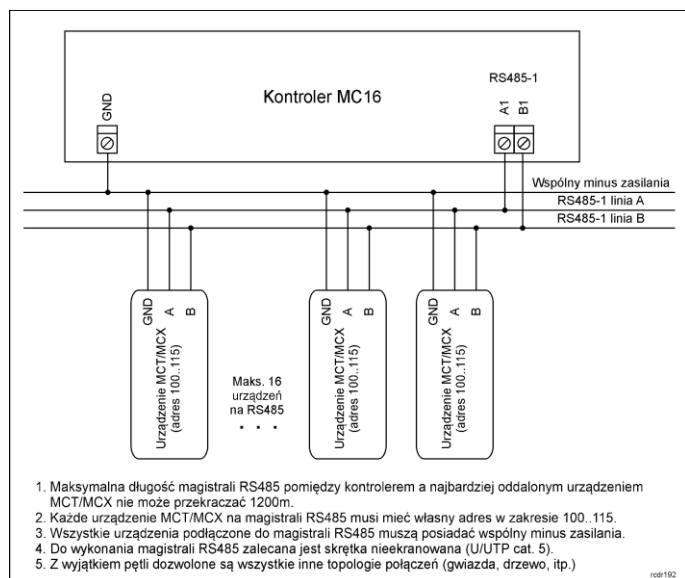

Rys. 3 Sposób otwarcia obudowy panelu MCT82-FK i lokalizacja styków serwisowych
3. W ciągu 2-3 sekund od resetu załóż zwórkę na styki MEM (rys. 3) a wskaźniki LED zaczną szybko pulsować.
2. Załóż zwórkę na styki FDM (rys. 3).